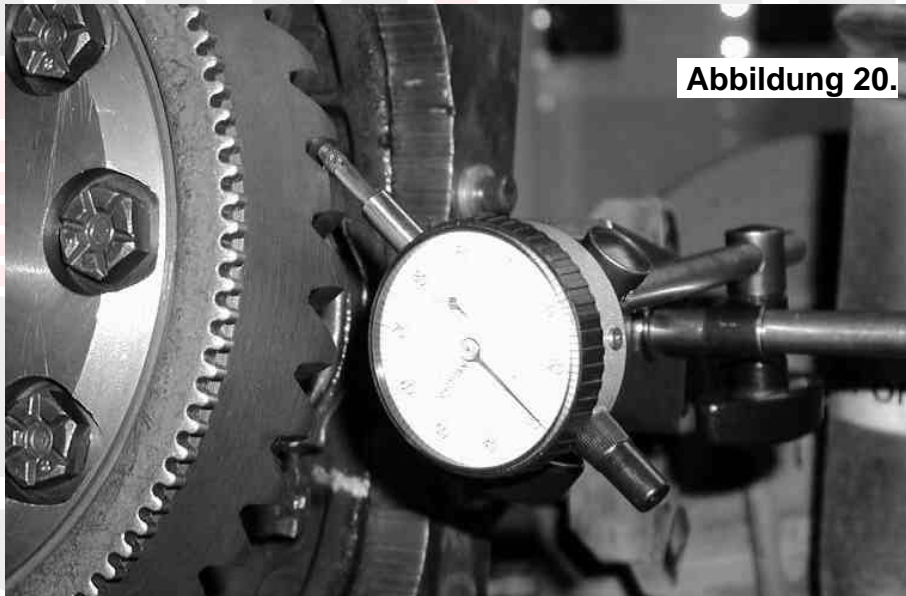

Abbildung 20.
- Platzieren Sie den Fühler der Messuhr an einem der Tellerradzähne (siehe Abb. 20.).